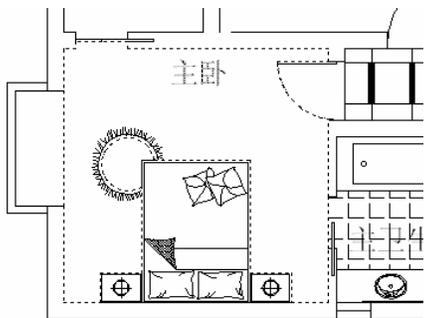

图 6-1-64
- STEP 04 参照绘制客厅的填充边界，使用绘制多段线命令 PLINE 绘制主卧的填充边界，如图 6-1-64 所示的虚线。